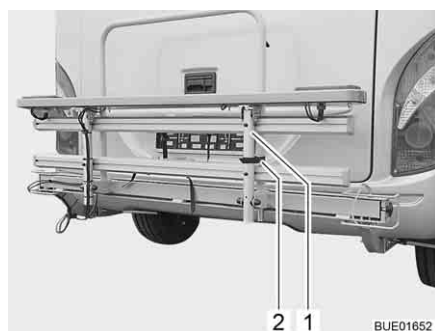

Fig. 1 Portabici (chiuso)
- Allentare la cinghia (Fig. 1,2) e abbassare la staffa (Fig. 1,1).